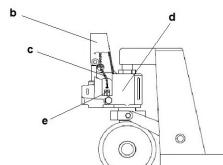

Figure 2
- Passer la chaîne (c) (Figure 2) de la poignée (b) (Figure 2) à travers le trou central de l'embout (a).
- Introduire la partie finale de la chaîne (c) (Figure 2) dans le logement de l'étrier (e) (Figure 2) et l'accrocher avec l'écrou situé à l'extrémité.